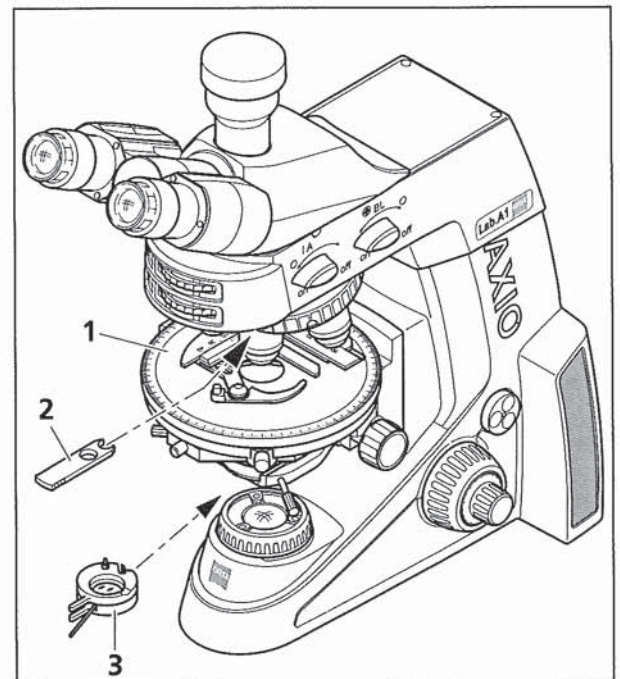

Bild 4-12 Komponenten zur Durchlicht-Polarisation am Konoskopiestativ
(3) Mikroskop einstellen
- Einstellen des Mikroskops wie im Durchlicht-Hellfeld nach KÖHLER (s. a. Abschnitt 4.1.1 (3)).
- Drehtisch Pol (Bild 4-12/1) (siehe Abschnitt 3.1.8.5) und Objektive (siehe Abschnitt 3.1.8.6) zentrieren.
- Polarisator (Bild 4-12/3) in Strahlengang einschwenken und auf 0° positionieren, sofern ein drehbarer Polarisator verwendet wird.
- Analysator in den Strahlengang einschwenken und am Stellrad so einstellen, dass das Sehfeld dunkel ist. (Bild 4-12/2)
- Einstellen des Mikroskops wie im Durchlicht-Hellfeld nach KÖHLER (siehe Abschnitt 4.1.1 (3)).
- Polarisator, fest oder drehbar (Bild 4-12/3) in den Strahlengang einschwenken. Drehbaren Polarisator auf Stellung 0° einstellen.
- Bei Axio Lab für Polarisation Analysator (453681-0000-000) in Schieberaufnahme 6x20 einschieben. (Bild 4-12/2)
(2) Geräteausrüstung für Axio Lab für Konoskopie
- Drehtisch Pol (Bild 4-12/1)
- Einstellen des Mikroskops wie im Durchlicht-Hellfeld (s. a. Abschnitt 4.1.1 (3)), dabei besonders auf den richtig eingestellten Augenabstand am binokularen Tubus achten (s. a. Abschnitt 3.5.5).